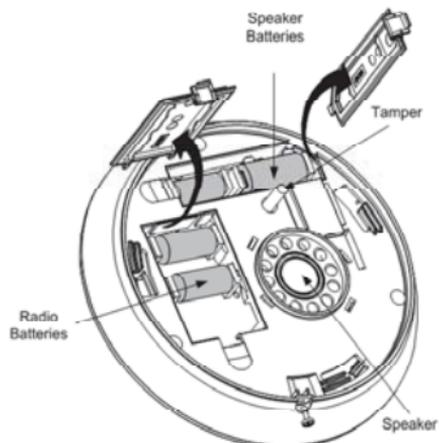
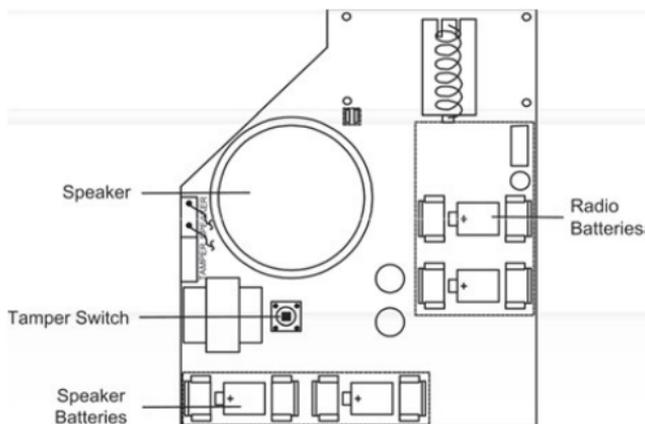

Figure 2: Batterien einlegen
Figure 3: Batterien einlegen #2
4. Legen Sie die Batterien polungsrichtig ein (siehe Figure 2 und Figure 3).